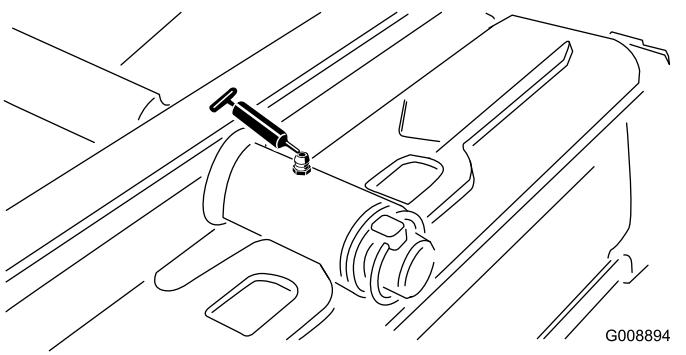

Bild 34
- Drehbüchsen am hinteren Mähwerk (Bild 34)